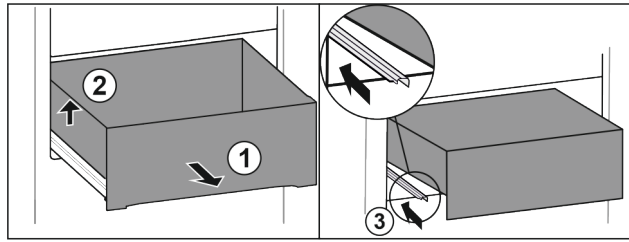

Fig. 92
- Vedä vetolaatikkoa ulos vasteseen saakka. Fig. 92 (1)
- Nosta vetolaatikkoa vasemmalta. Fig. 92 (2)
- Työnnä vasen kisko paikalleen. Fig. 92 (3)